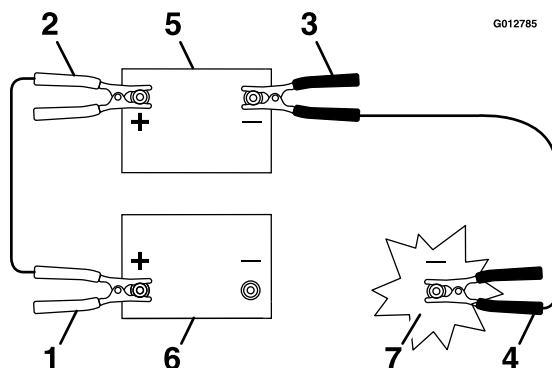

Figura 53
3. Conecte el cable positivo (+) al borne positivo (+) de la batería descargada que está conectado al motor de arranque o al solenoide, según se indica en Figura 53.